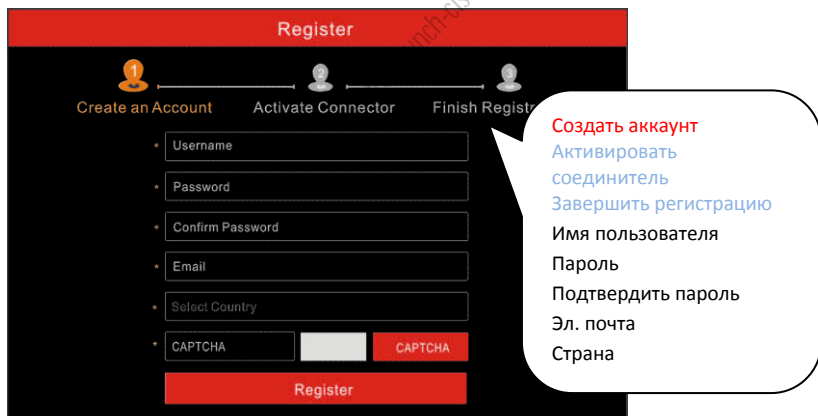

Рис. 4-3
**A.** Если вы являетесь новым пользователем, нажмите «New Registration» (новая регистрация). См. рис. 4-3.
На рис. 4-3 заполните каждое поле формы (пункты с \* должны быть обязательно заполнены). После ввода данных нажмите «Register» (зарегистрировать), отображается следующее окно: